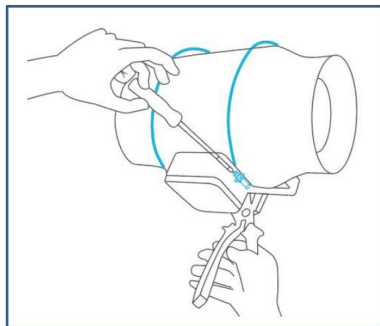

Fig.10.
5. Remettez les anneaux métalliques sur les brides et resserrez les vis pour fixer le ventilateur. Voir (Fig. 10.)